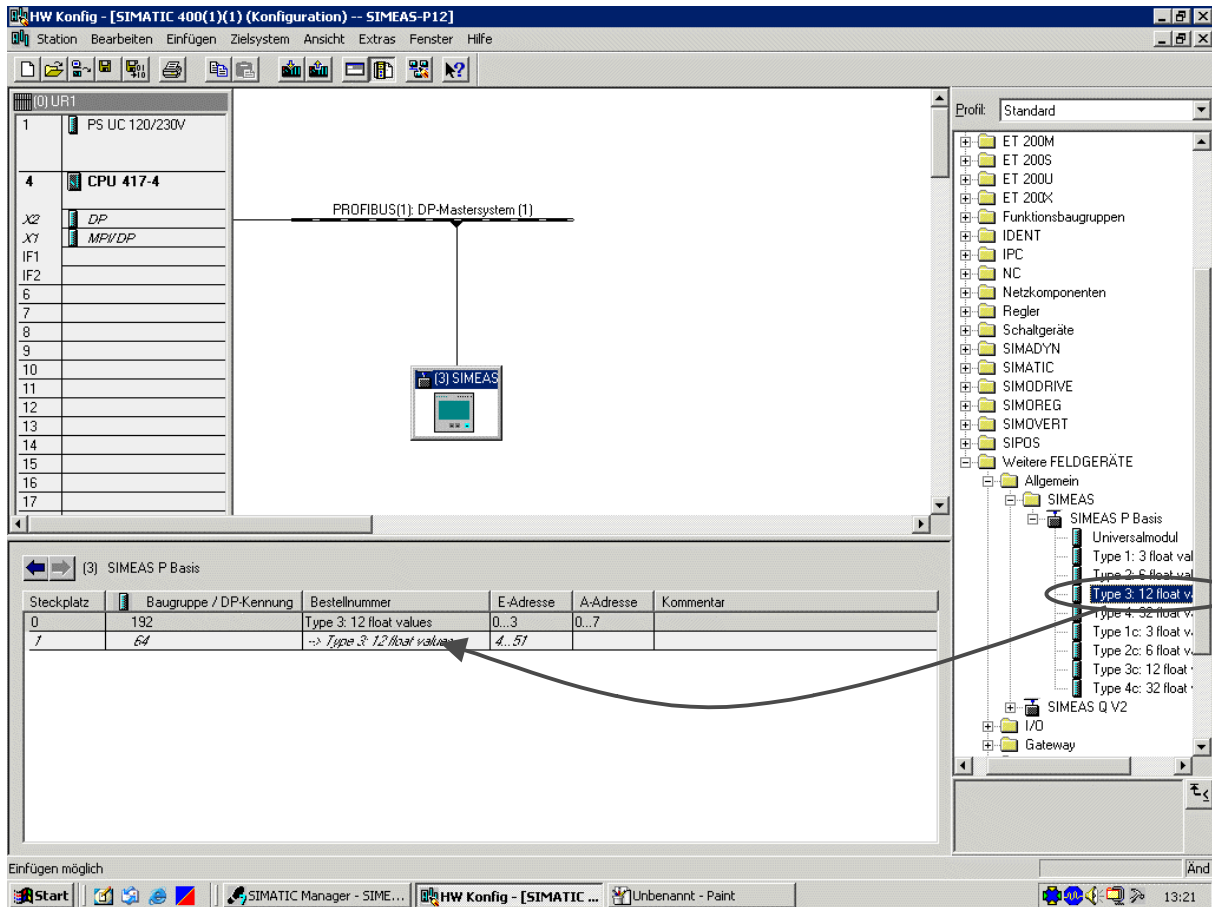

Abbildung 3: Definieren der Basistypen
- Definieren Sie anschließend den Basistyp für die Anzahl der zu erfassenden Messwerte. Ziehen Sie dazu den gewünschten Basistyp des **SIMEAS P** per Drag and Drop aus dem **Hardware Katalog** in das untere Stationsfenster (siehe Abbildung 3: Definieren der Basistypen).